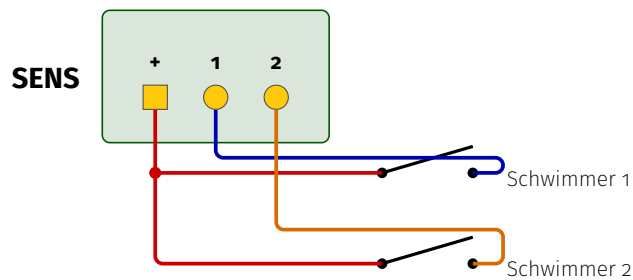

Abb. 18: Anschluss von zwei Schwimmerschaltern
- Gesteuert wird die Nachfüllung über die Schwimmerschalter am Anschluss SENS (siehe Abbildung 18). Der zweite Eingang eignet sich als zusätzlicher Überlaufschutz.